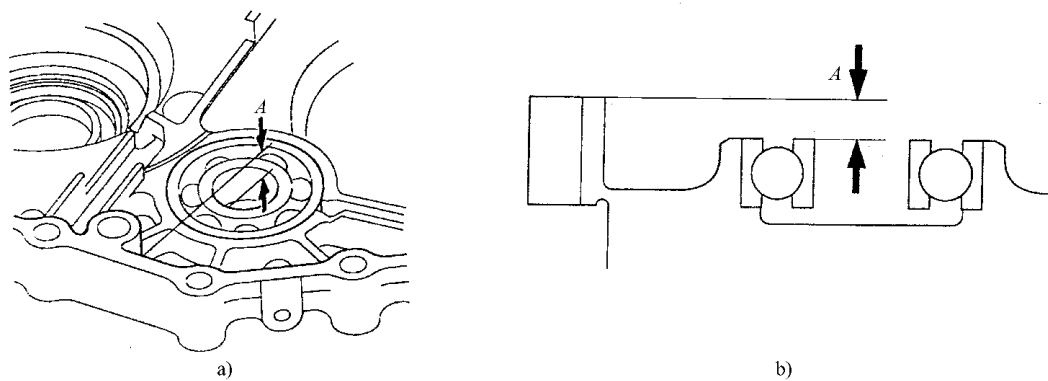

图 5-122 测量飞轮壳体表面和轴承内座圈表面之间的距离
1) 如图 5-122 所示，测量飞轮壳体表面和轴承内座圈表面之间的距离，然后记录测量值。